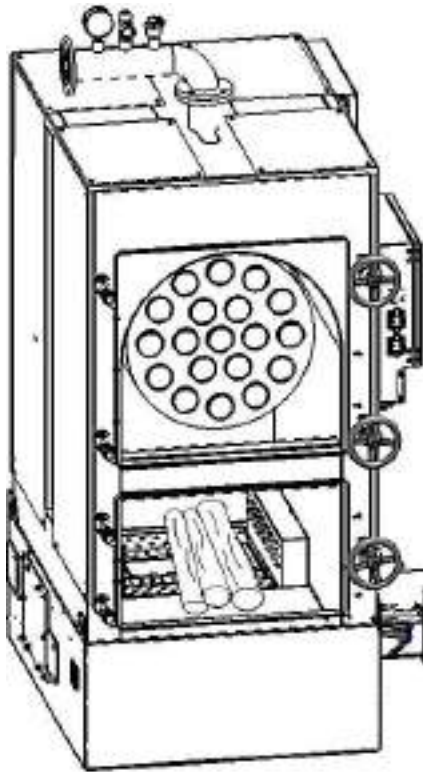

Рис. 29
**3.2.1** Закрыть чашу горения крышкой. Положить дрова в топку. (см рис. 29).